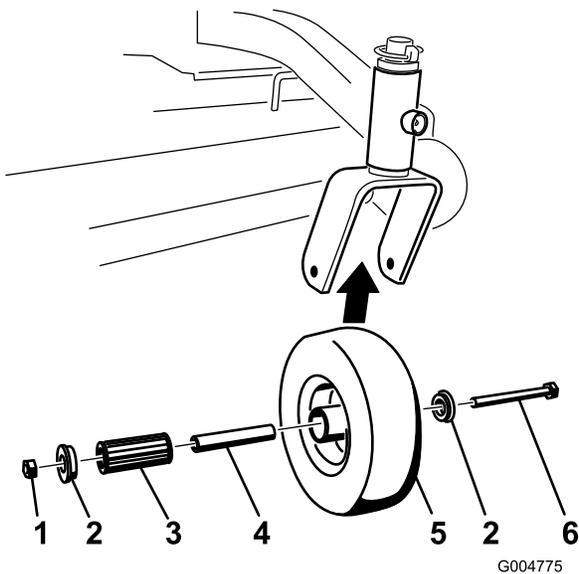

Figure 45
1. Enlevez le contre-écrou et le boulon de fixation de la roue pivotante à la chape (Figure 45).
2. Enlevez une bague, puis sortez la douille pour clé et le roulement à rouleaux du moyeu de la roue (Figure 45).
3. Enlevez l'autre bague du moyeu, puis nettoyez la graisse et les saletés éventuellement présentes dans le moyeu (Figure 45).
4. Examinez l'usure du roulement à rouleaux, des bagues, de la douille pour clé et de l'intérieur du moyeu. Remplacez les pièces endommagées ou usées (Figure 45).
5. Pour le remontage, placez une bague dans le moyeu de la roue. Lubrifiez le roulement à rouleaux et la douille pour clé, et insérez-les dans le moyeu. Mettez la deuxième bague dans le moyeu (Figure 45).
6. Montez la roue pivotante dans la chape à l'aide du boulon et du contre-écrou. Serrez le contre-écrou jusqu'à ce que la base de la douille pour clé soit en appui contre l'intérieur de la chape (Figure 45).